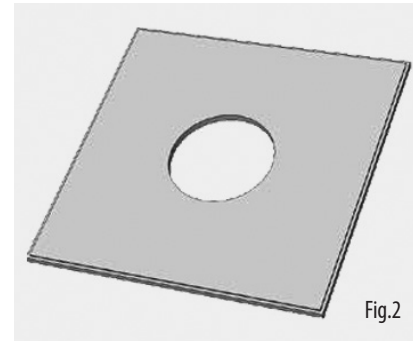

Fig.2
2. Schneiden Sie das Loch in der Deckenplatte mit einer Kreissäge oder Padsäge aus. (Abb.2) Platzieren Sie den C-Ring und die Fliesenbrücke oben auf der Deckenplatte, richten Sie den C-Ring über dem Loch aus und schrauben Sie den C-Ring mit den mitgelieferten Befestigungselementen an der Fliesenbrücke fest. (Abb. 3)